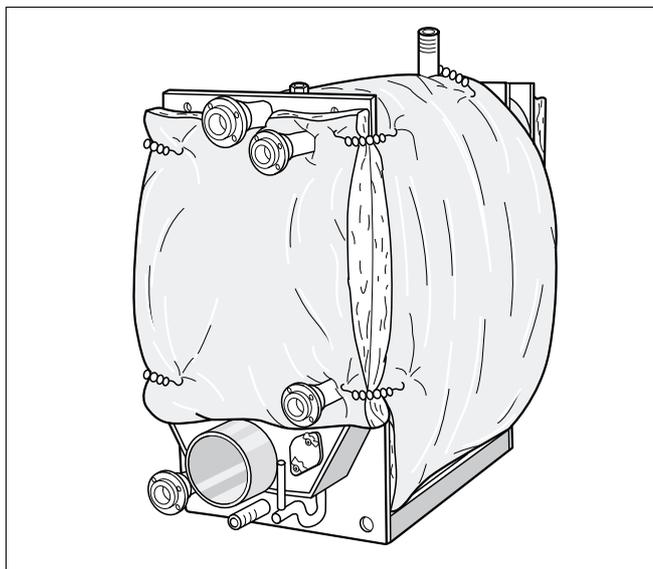

Fig. 6 Fissare l'isolamento termico della parete posteriore
- Apporre l'isolamento termico alla parete posteriore della caldaia, in modo corrispondente agli intagli per gli attacchi, e fissarla con 4 molle di tensione a destra e sinistra dell'isolamento termico che avvolge il corpo caldaia (fig. 6)